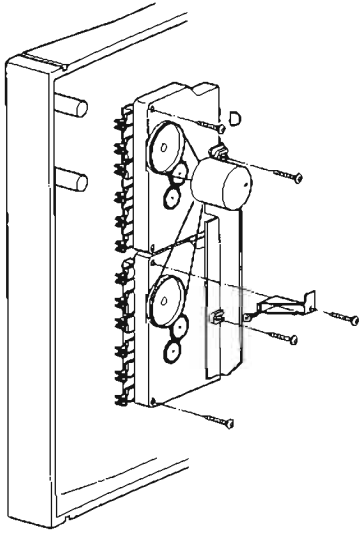

Fig. 3
**Dépose de la mécanique de cassette (voir fig.3)**